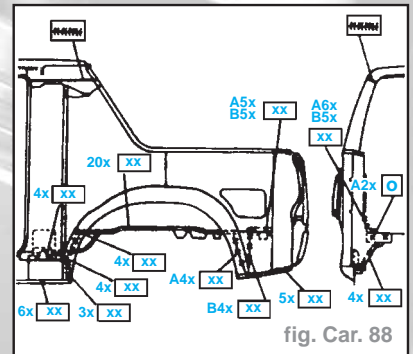

fig. Car. 88
- Reposer le panneau latéral intérieur arrière et passage de roue (fig. Car. 88) - voir plan de mesures de la carrosserie.